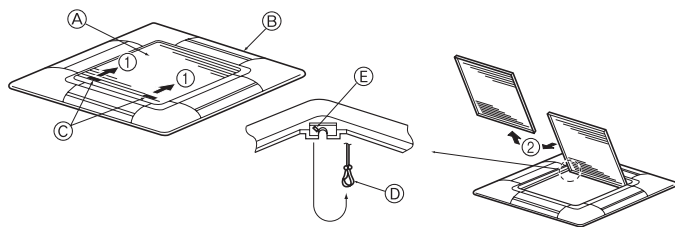

Fig. 5-3
5.2.1. Πώς αφαιρούνται οι γρίλιες εισόδου αέρα (Fig. 5-3)
- Σύρατε τους μοχλούς προς την κατεύθυνση που δείχνει το βέλος ① για να ανοίξετε τις γρίλιες εισόδου αέρα.
- Με τις γρίλιες εισόδου αέρα στη θέση "open" ("ανοιχτές"), βγάλτε τον αρθρωτό τους σύνδεσμο από τις γρίλιες όπως δείχνει το βέλος ②.